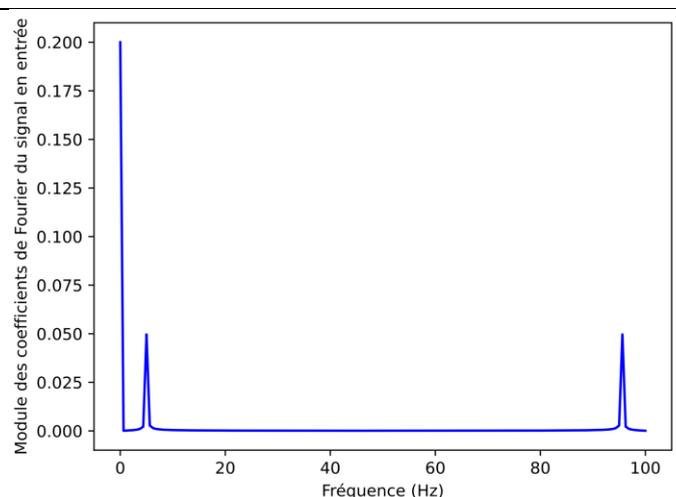

Figure 14. Représentation spectrale
43) Expliquer l'allure du spectre obtenu en Figure 14.